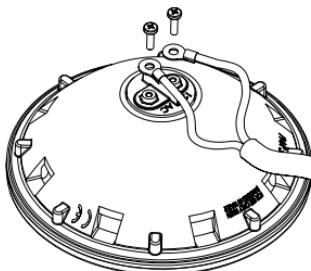

Fig. 5
5. Coloque a lâmpada de Leds PAR 56 adquirida, efectuando a ligação eléctrica com os dois parafusos de ligação (Fig. 5).